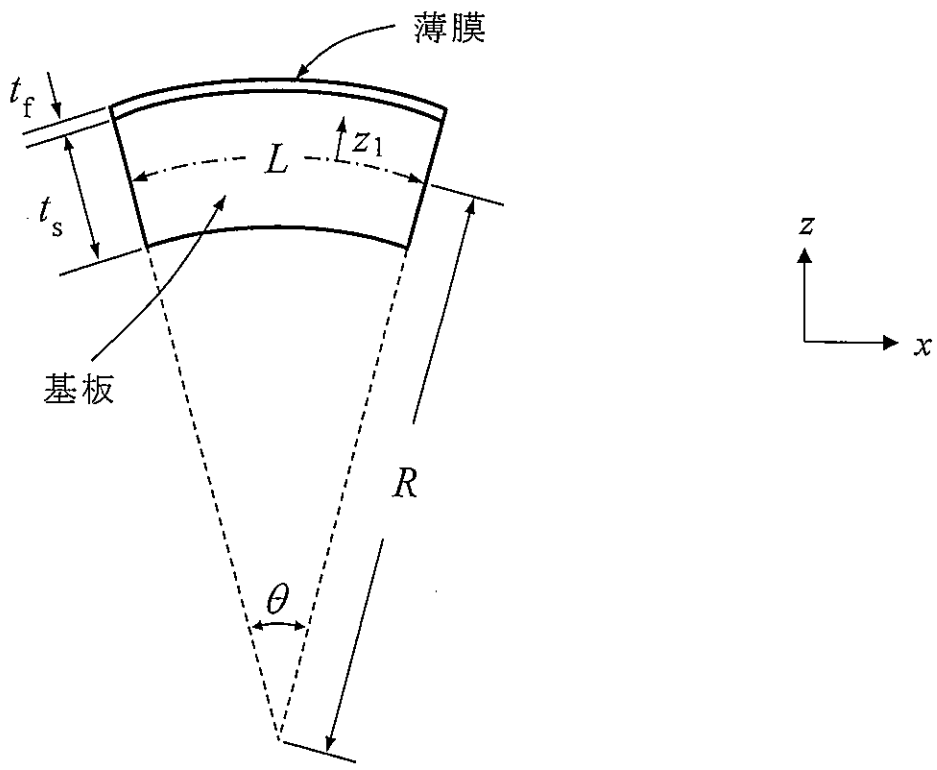
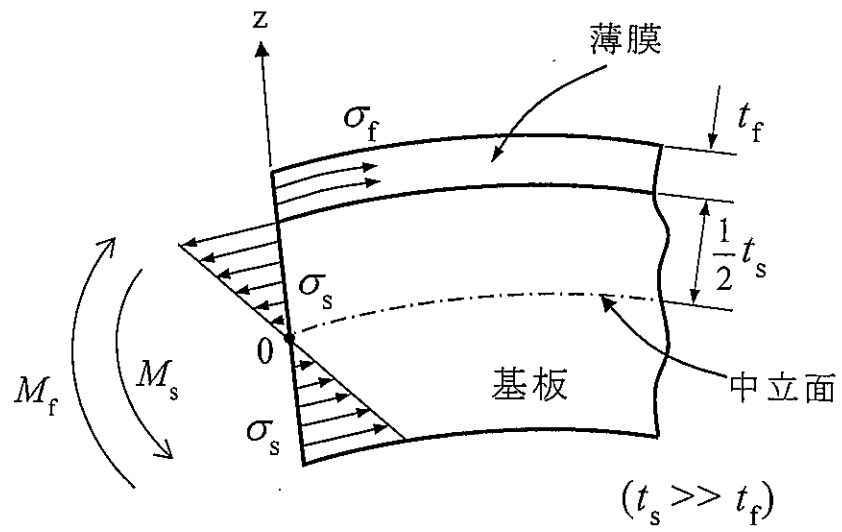

图 1-2
图 1-3
(2) 外部からの応力が負荷されていない基板に薄膜を成膜する. 成膜により, 薄膜の内部には等二軸の圧縮応力が生じて基板と薄膜は図 1-2 に示すように変形し, その曲率半径は R , 中心角は θ となった. その時の応力分布と曲げモーメントを図 1-3 に示す. ただし, t_f は t_s に比べて無視できるほど小さいため, 中立面は基板の中央の位置にあり, 薄膜中の応力 σ_f は, 膜厚方向に一定と仮定する.
2. 中立面に対して, 薄膜の応力 σ_f により生じる単位幅あたりの曲げモーメント M_f と, 図 1-3 に示すように分布する基板の応力 σ_s により生じる単位幅あたりの曲げモーメント M_s を考える. M_f と M_s を $E_s, \nu_s, t_s, E_f, \nu_f, t_f, W, R, \sigma_f$ の中で必要なものを用いて表せ.